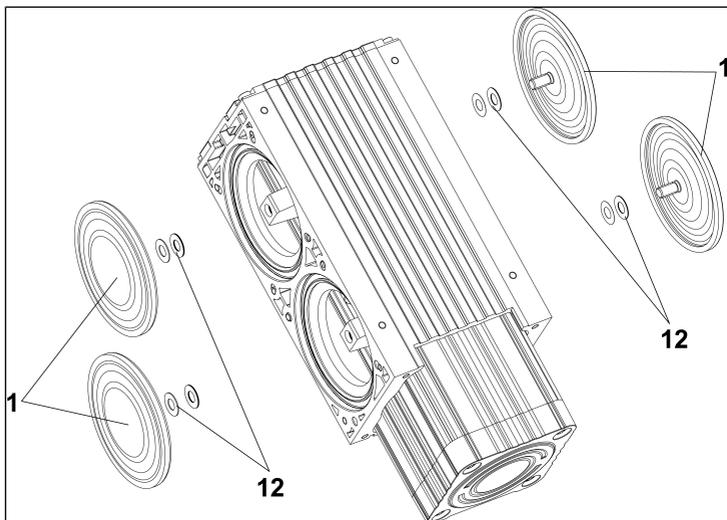

Abb.13: Membranwechsel
1. Drehen Sie die zwei Membranen (**1/Abb. 13**) mit den Händen entgegen dem Uhrzeigersinn heraus.
**i** Vorsicht, dass die zwischen Membrane und Pleuel vorhandenen Passscheiben (**12/Abb. 13**) nicht in das Pumpengehäuse fallen. Dass die Passscheiben (**12/Abb. 13**) in gleicher Anzahl wie zuvor montiert werden, ist Voraussetzung, um die pneumatische Leistung der Pumpe sicherzustellen.
2. Schrauben Sie die neuen Membranen (1/Abb. 13) von Hand in die Gewinde der Pleuel ein und ziehen Sie diese handfest an.
3. Bringen Sie die Membranen (1/Abb. 13) in Mittelstellung.